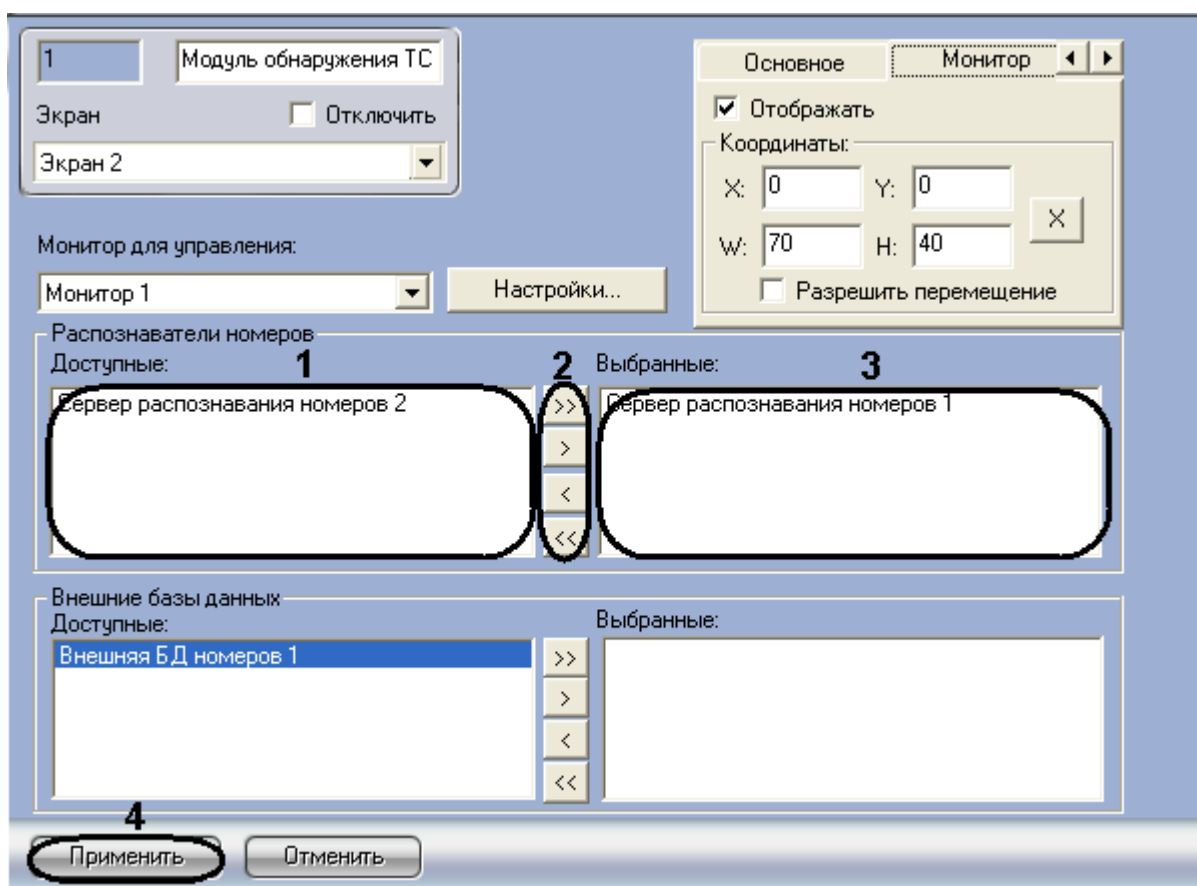

Рис. 7.9—6. Выбор Серверов распознавания номеров
1. Перейти на панель настройки объекта «Модуль обнаружения ТС» (Рис. 7.9—6).
2. Выбрать требуемые Серверы распознавания номеров из списка «Доступные» группы «Распознаватели номеров» (см. Рис. 7.9—6, 1).
3. Переместить выбранные Серверы распознавания номеров в список «Выбранные» группы «Распознаватели номеров», нажав кнопку «>>» (или кнопку «>» для перемещения всех Серверов распознавания номеров из списка) (см. Рис. 7.9—6, 2-3).